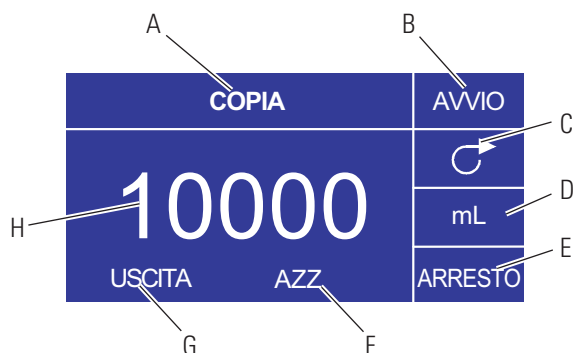

Figura 3-8. Schermata impostazioni copia
- D. **Schermata Numero copie:** fare riferimento alla Figura 3-8 Schermata Impostazione copia